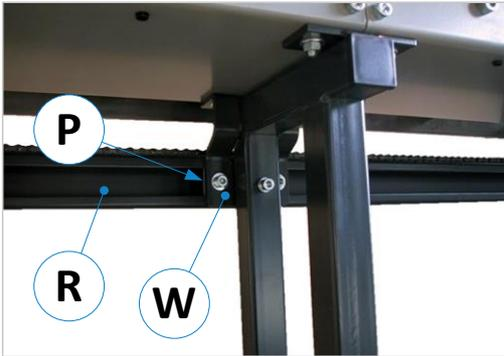

Abbildung 11: Kettenführungsrohr montieren
- **Nur EXAKT A:** Die Kettenführungsrohre (**R**) werden einfach über die vormontierten Klemmplatten (**P**) an den Winkelhalterungen (**W**) geschoben (siehe ⇨ Abbildung 11) und dann mittels Innensechskantschrauben fluchtend fixiert. An den Endstücken (siehe ⇨ Abbildung 12) ist die Umlenkung (**U**) für die Kette montiert.